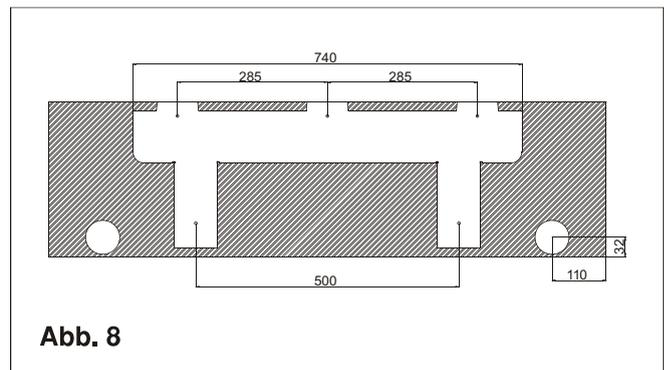

Abb. 8
1. Abbildung 8 zeigt die Position der Montageplatte im Verhältnis zu der Inneneinheit.
1. Kennzeichnen Sie die Position der Bohrung auf beiden Seiten der Montageplatte, wie in Abb. 8 gezeigt und bohren Sie in einem 5° abwärts Winkel, wie in Abb. 9 gezeigt.